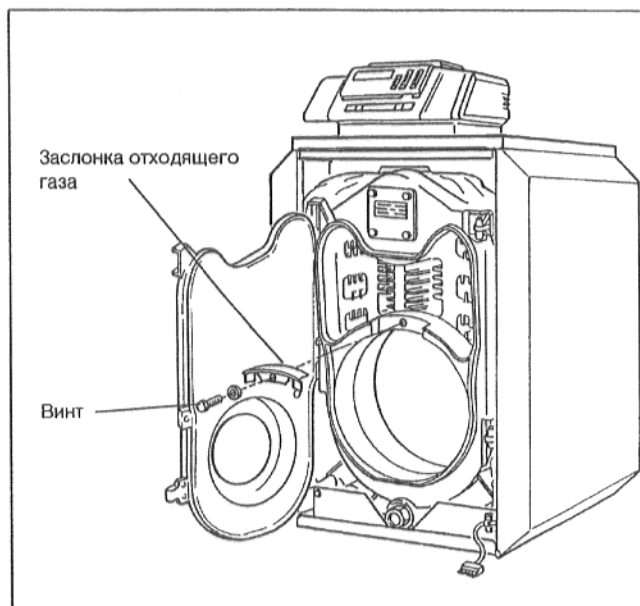

рис. 39
- Снять винт, расположенный в середине заслонки отходящего газа (рис. 39).